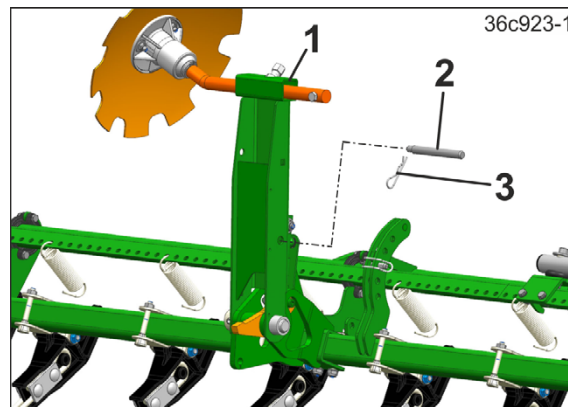

Fig. 211
2. Hold fast sporskivebæreren (Fig. 211/1).
3. Trekk ut bolten (Fig. 211/2).
Boltene er sikret med en fjærplugg (Fig. 211/3).